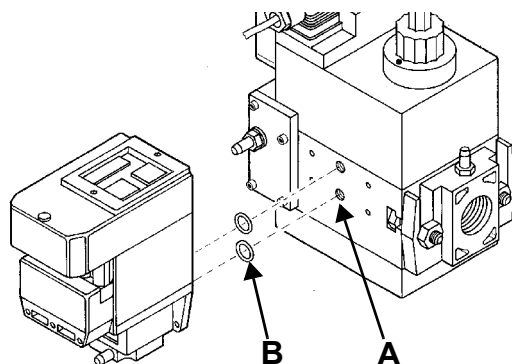
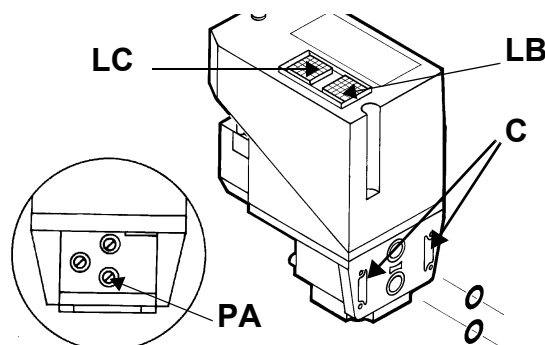

Рис. 22
Рис. 23
- 2). снять крепежные винты группы Multibloc (Рис. 22-А)
- 3). вставить уплотнительные кольца (10,5х2,25) в VPS 504 (Рис. 23-В, Рис. 22-В)
- 4). закрутить 4 винта блока контроля герметичности (М4х16) Рис. 22-С.
Для проверки работы, подсоединить манометр к штуцеру для отбора давления **РА** (Рис. 23). Если проверка завершилась положительно, через несколько секунд загорится жёлтая лампочка **LC**. В противном случае загорится красная лампочка блокировки **LB**. Чтобы перезапустить горелку, необходимо разблокировать блок управления нажатием на светящуюся кнопку **LB**.